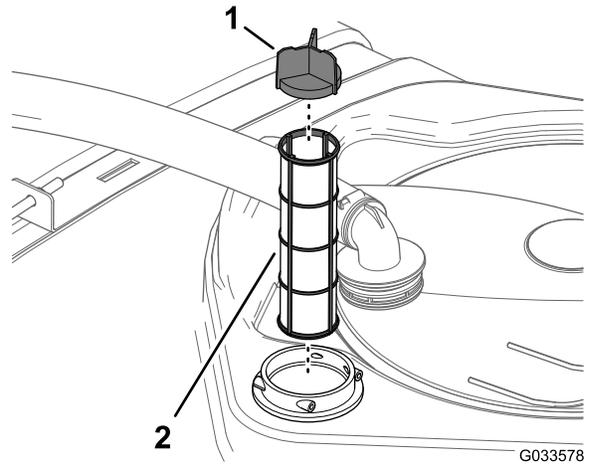

图 103
4. 从药缸内的过滤器外壳中拆除旧的吸入式过滤器图 103。